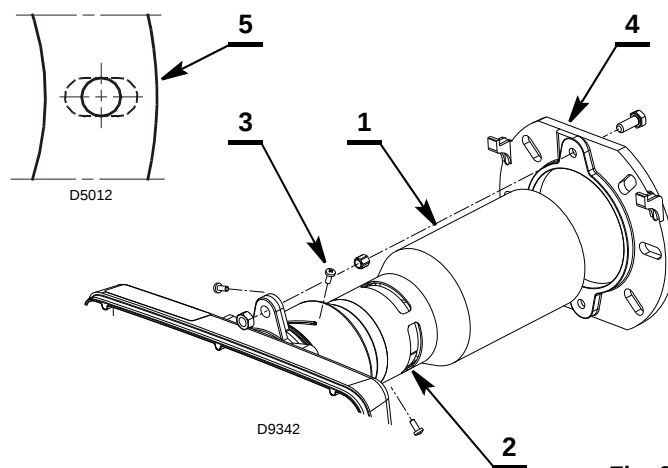

Fig. 6
- Montar el tubo llama 1) (Fig. 6) en el grupo cabezal de combustión 2).
- Introducir en la brida 4) el tornillo y las dos tuercas (Fig. 6).
- Ensachar, si fuere necesario, los orificios de la protección aislante 5) (Fig. 6), procurando no dañarlo.